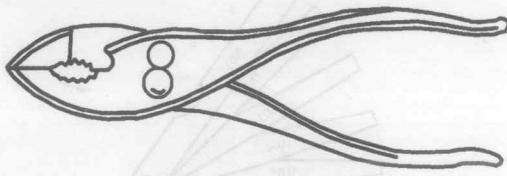

图 1-10 鲤鱼钳
3. 鲤鱼钳 如图 1-10 所示，鲤鱼钳是用来夹持扁形或圆柱形工作物的，它有两挡尺寸，可以放大或缩小使用，鲤鱼钳的规格有 165mm 和 200mm 两种。